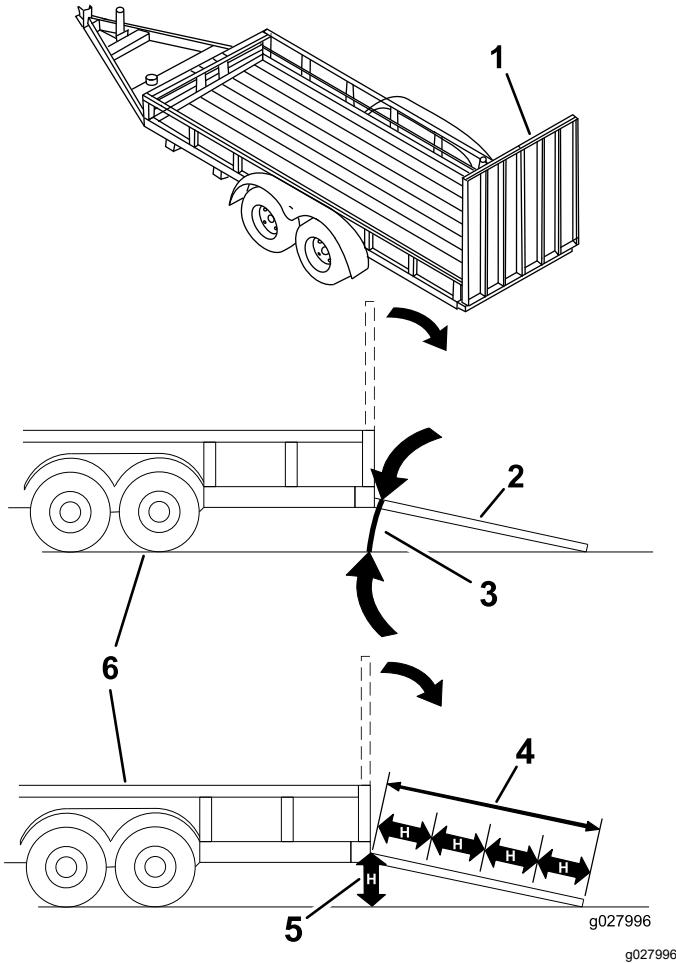

Figura 27
El cargar la máquina en un remolque o un camión aumenta la posibilidad de un vuelco y podría causar lesiones graves o la muerte (Figura 27).
3. Baje la rampa, asegurándose de que el ángulo entre la rampa y el suelo no supera los 15 grados (Figura 27).
1. Baje la rampa, asegurándose de que el ángulo entre la rampa y el suelo no supera los 15 grados (Figura 27).